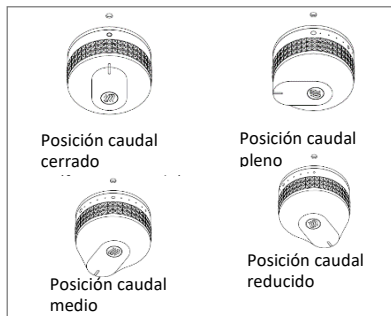

Imagen 1: Ajuste de la palanca de control
6. A continuación regule según desee la altura de la llama girando la o las palancas de control de caudal pleno (círculo grande) o caudal reducido (círculo pequeño) (consulte la imagen 1)
7. Para apagar, lleve la o las palancas de control al símbolo de cierre (O) y cierre el grifo de la botella de gas.